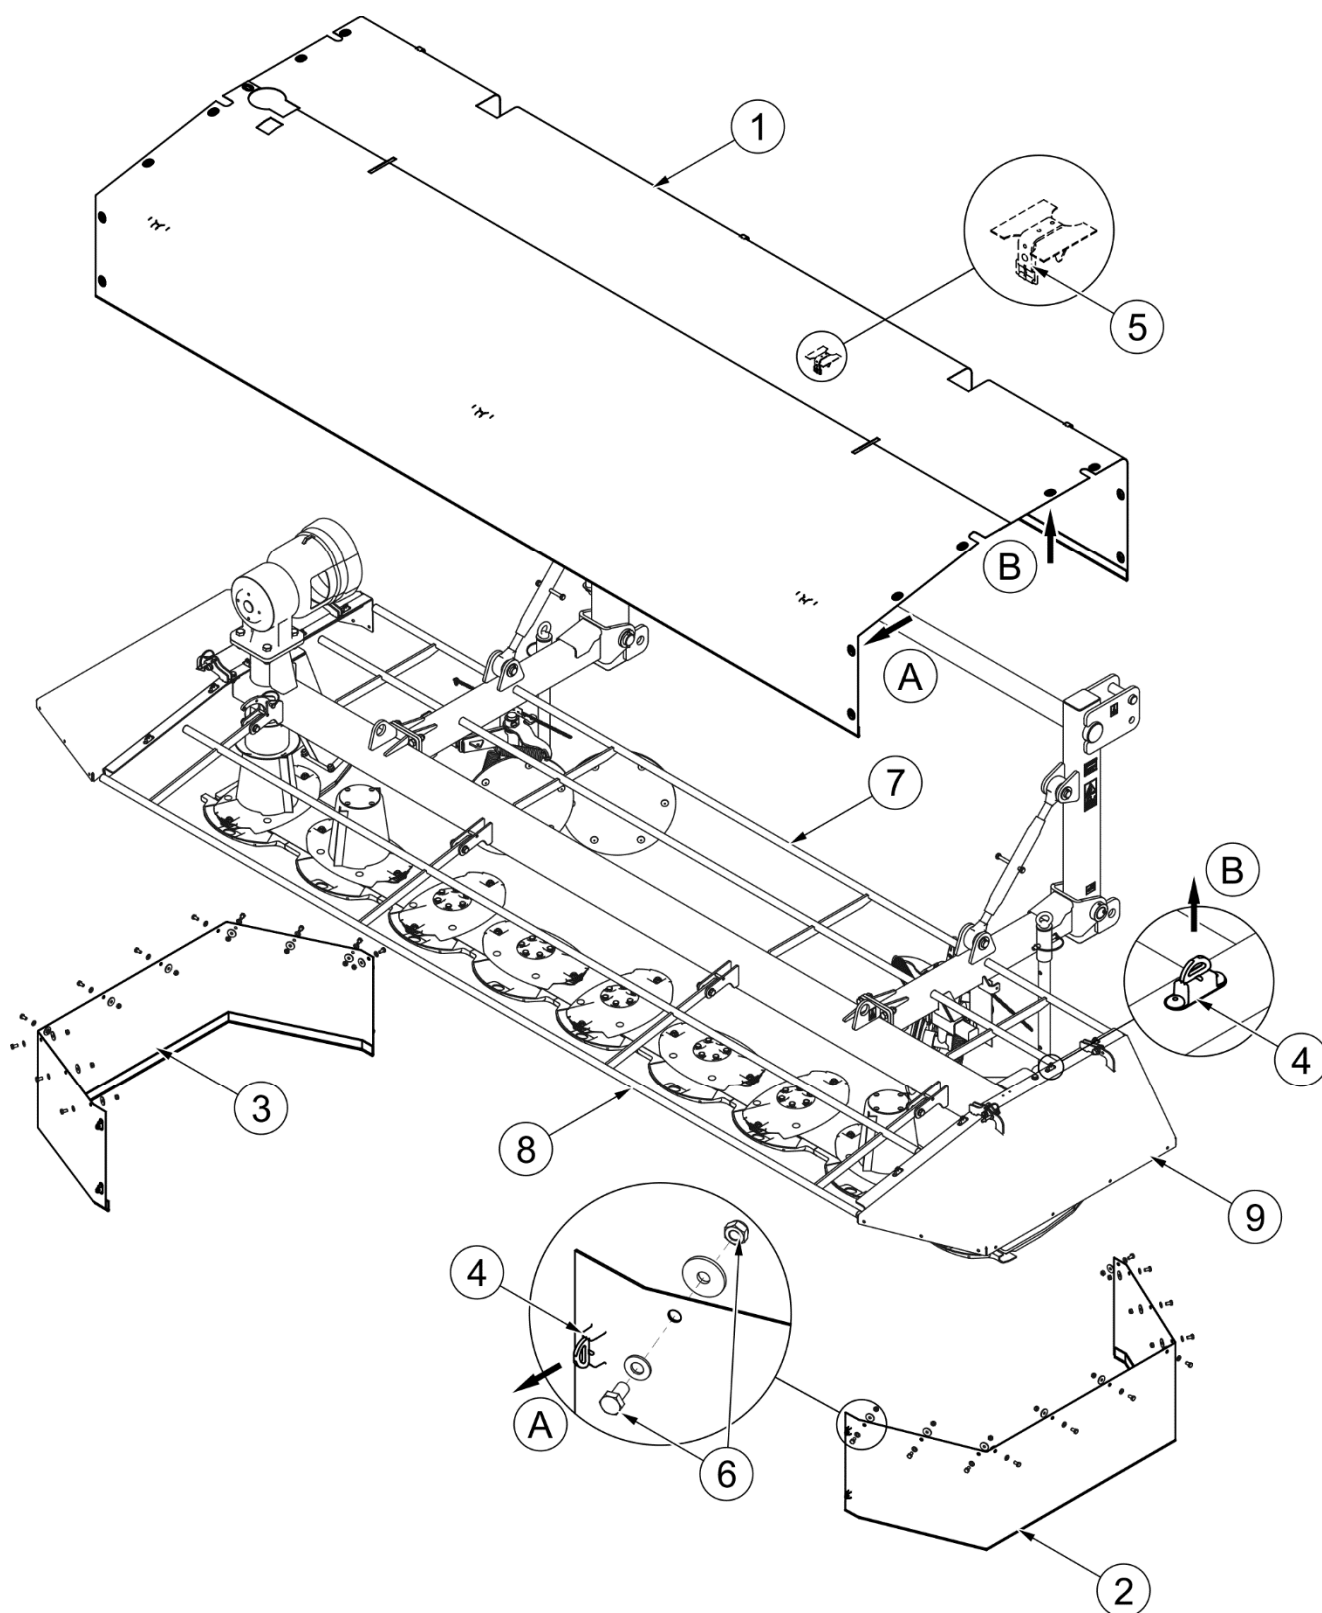

РИСУНОК 4.4 Установка защитных приспособлений
Телескопический карданный вал оснащен фрикционной нереверсивной муфтой. При подсоединении телескопического карданного вала конец вала с муфтой (1) необходимо подсоединить к передаче косилки (РИСУНОК 4.4).